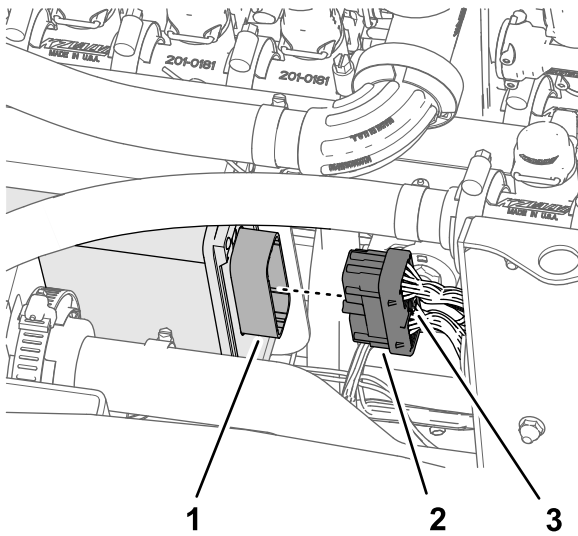

Bild 133
- Stecken Sie den 40-Buchsen-Stecker des 102-cm-Kitkabelbaumzweigs in den 40-Stift-Stecker des ASC 10 Sprühsteuergeräts (Bild 133).
3. Schrauben Sie die Daumenschraube des 40-Buchsen-Steckers mit der Hand in den ASC 10-Stecker ein (Bild 133).